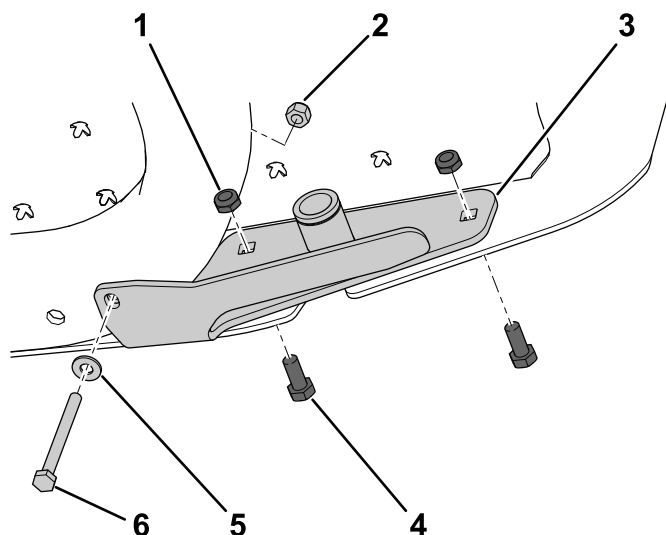

图 17
2. 使用螺栓 1/4 x 2 3/4 英寸、垫圈 1/4 英寸和锁紧螺母 1/4 英寸将轮毂总成的底部固定到机器机架请参阅图 17。